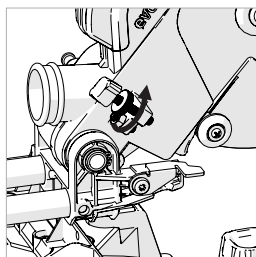

Fig. 26b
- Afloje la tuerca de seguridad moleteada. (**Fig. 26b**)
- Una vez ajustado en la profundidad deseada, apriete la tuerca de seguridad moleteada (**Fig. 26b**) contra el soporte de sujeción para bloquear el tope de profundidad y asegurarse de que no haya movimiento.